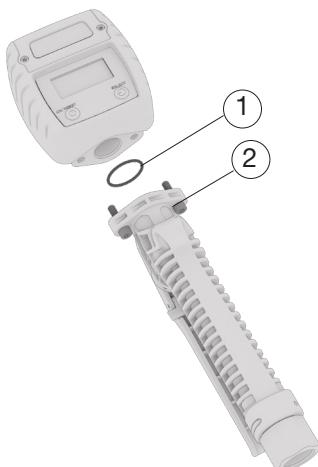

Fig. 2
- För att ansluta ventilen till ledningen, håll fast slangen och gänga på sviveln. Täta anslutningen genom applicering av tätningsmedel eller PTFE-tejp (Fig. 2).
- En mätare kan fästas på pistolen med hjälp av flänsen. Använd en O-ring 24 x 2 mm (1) och 2x M5 x 14-skravar (2) för montering.